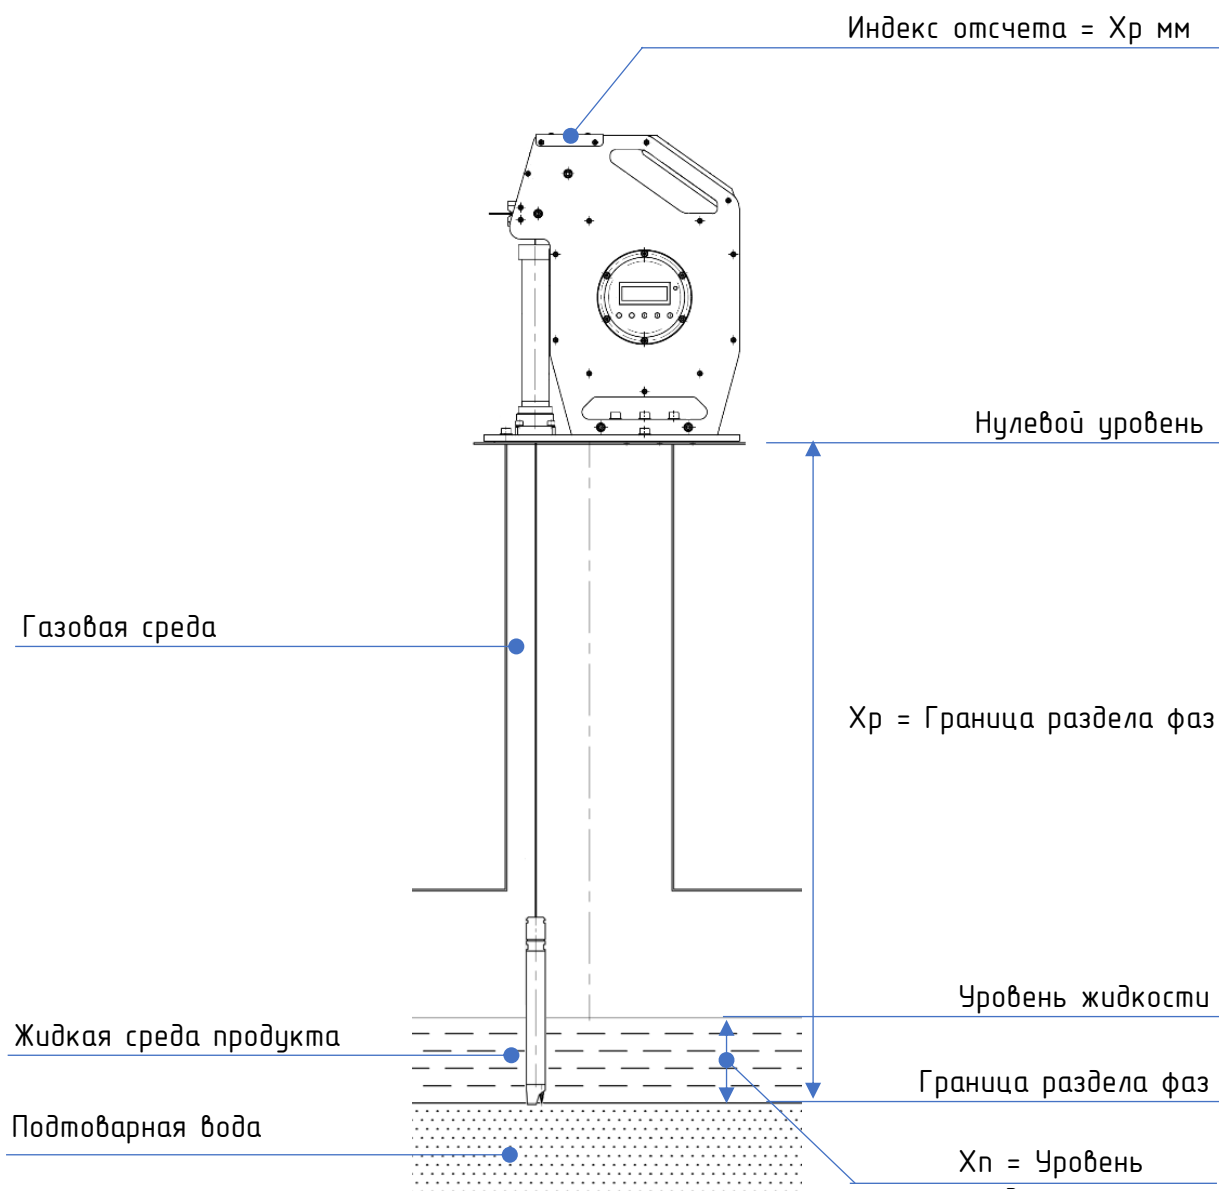

Рисунок 18 – Измерение границы раздела фаз нефть/вода
5. **Включите прибор и поднимайте датчик** пока не будет отмечена граница раздела фаз нефть/вода (см. раздел «Измерение незаполненного объема, границы раздела фаз», Рисунок 18). Для получения большей точности границы раздела, установите устройство очистки ленты в **положение "вниз"** во время окончательного отсчета. Рассчитайте уровень подтоварной воды вычитанием показания ленты из трафаретной высоты резервуара.